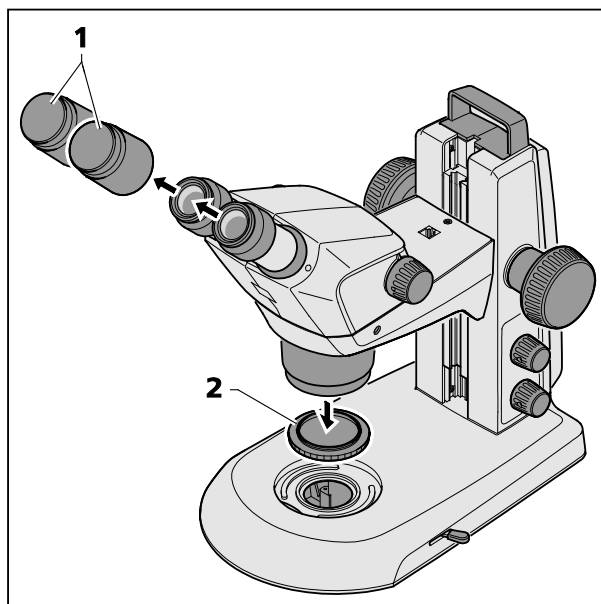

图 9 取下盖帽
- 拿下两个目镜的防尘盖 (图 9/1)，并拧下镜头 (图 9/2) 的保护盖。